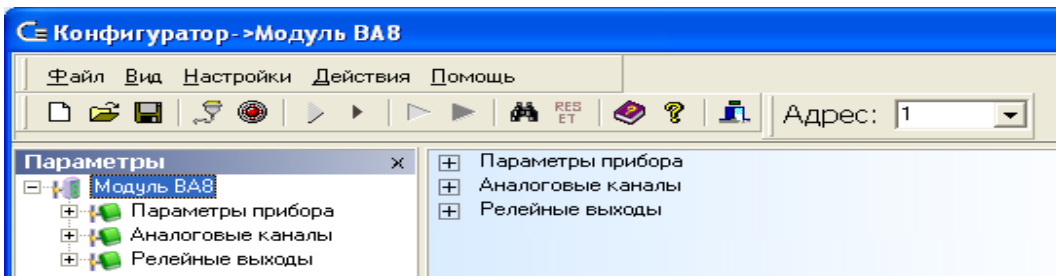

Рисунок 5.1
5.5.5 Панель управления «Конфигуратора» имеет следующий вид (рисунок 5.1):